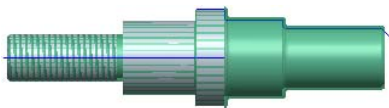

图 10.3.44 切减材料后的模型
Step2. 在弹出的“相交元件”对话框中依次单击自动添加按钮和按钮，然后单击确定按钮，完成材料切减，切减后的模型如图 10.3.44 所示。